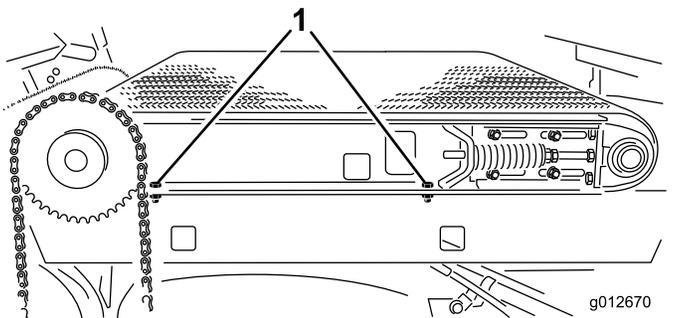

Рисунок 30
2. С правой стороны машины затяните 2 болта, которые крепят балку подвижной рамы к правому крылу (Рисунок 30).